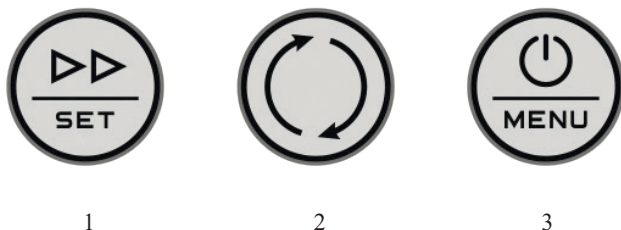

Рис.2 – Кнопки управления.
5.4 Включение прибора и его отключение производится однократным нажатием кнопки ВКЛ/ВЫКЛ (3, Рис.2), причем, во время включения прибора на его экране будет выведен его серийный номер.
Если необходимо, например, включить/выключить даталоггер или передачу данных по Wi-Fi, то это можно сделать перейдя в меню настроек прибора, зажав у включенного прибора на несколько секунд кнопку MENU (3, Рис.2). При этом для адекватной работы прибора, его необходимо предварительно настроить с помощью программы-конфигуратора на ПК.
Длительное (примерно 2 секунды) нажатие на кнопку SET (1, Рис.2) приводит к смене текущего состояния регистратора данных. Для перехода к следующему пункту меню необходимо однократно нажать на кнопку SET.
6.2 В приборе дополнительно реализован ускоренный режим работы (измерения, обновление экрана и передача данных по каналам связи происходят с интервалом примерно 1 раз в секунду), что может быть удобно при проведении калибровки или поверки прибора. Для перехода в данный режим необходимо включить прибор, выбрать измеряемый параметр, включить Wi-Fi (LoRa) при необходимости, затем нажать кнопку SET (1, Рис. 2) на несколько секунд. После данных действий на экране прибора начнет мигать размерность выбранного измеряемого параметра, что является
признаком перехода в быстрый режим. При этом циклический режим работы прекращает свою работу, переключения на экране прибора между измерительными каналами не происходит. Для прекращения работы быстрого режима необходимо на несколько секунд зажать кнопку SET (1, Рис. 2)
7.3 Включите прибор однократным нажатием на кнопку включения прибора (3, Рис.2). После включения прибор перейдет в режим измерения температуры (Рис.3, а).
7.4 Для перехода в режимы измерения влажности (Рис.3, б) или атмосферного давления\*\* (Рис.3, в) нужно нажать на кнопку переключения между параметрами микроклимата (1, Рис.2).